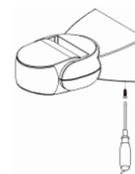

Figure1
- >> Desserrer la vis sur le fond et débrancher l'arrière (Se référer a la figure 1).